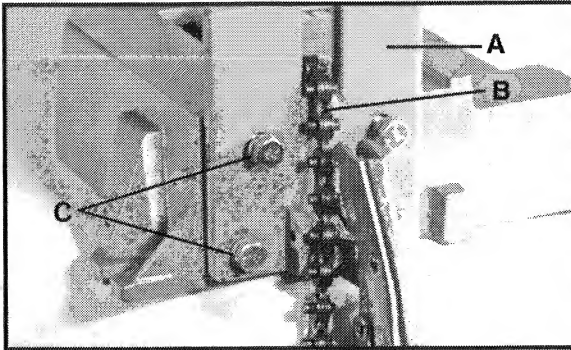
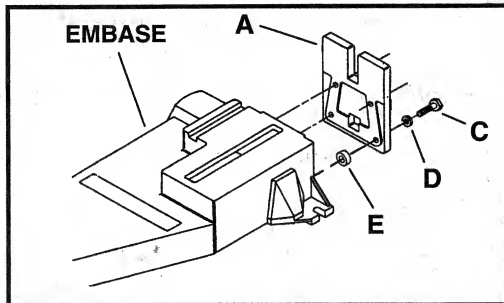

Fig. 4
Fig. 4A
4. Mettre le sous-ensemble de guidage et bridage (A), Fig. 4, sur l'avant de l'embase et faire passer la chaîne (B) par la fente située dans le plan de travail comme illustré. Fixer le sous-ensemble de guidage et bridage sur l'avant de l'embase à l'aide de quatre boulons de  $\frac{5}{16}$  po x 1 po de long (C), Fig. 4A, des rondelles-frein de  $\frac{5}{16}$  po (D) et des entretoises de  $\frac{1}{4}$  po d'épaisseur (E). Serrer fermement les boulons.